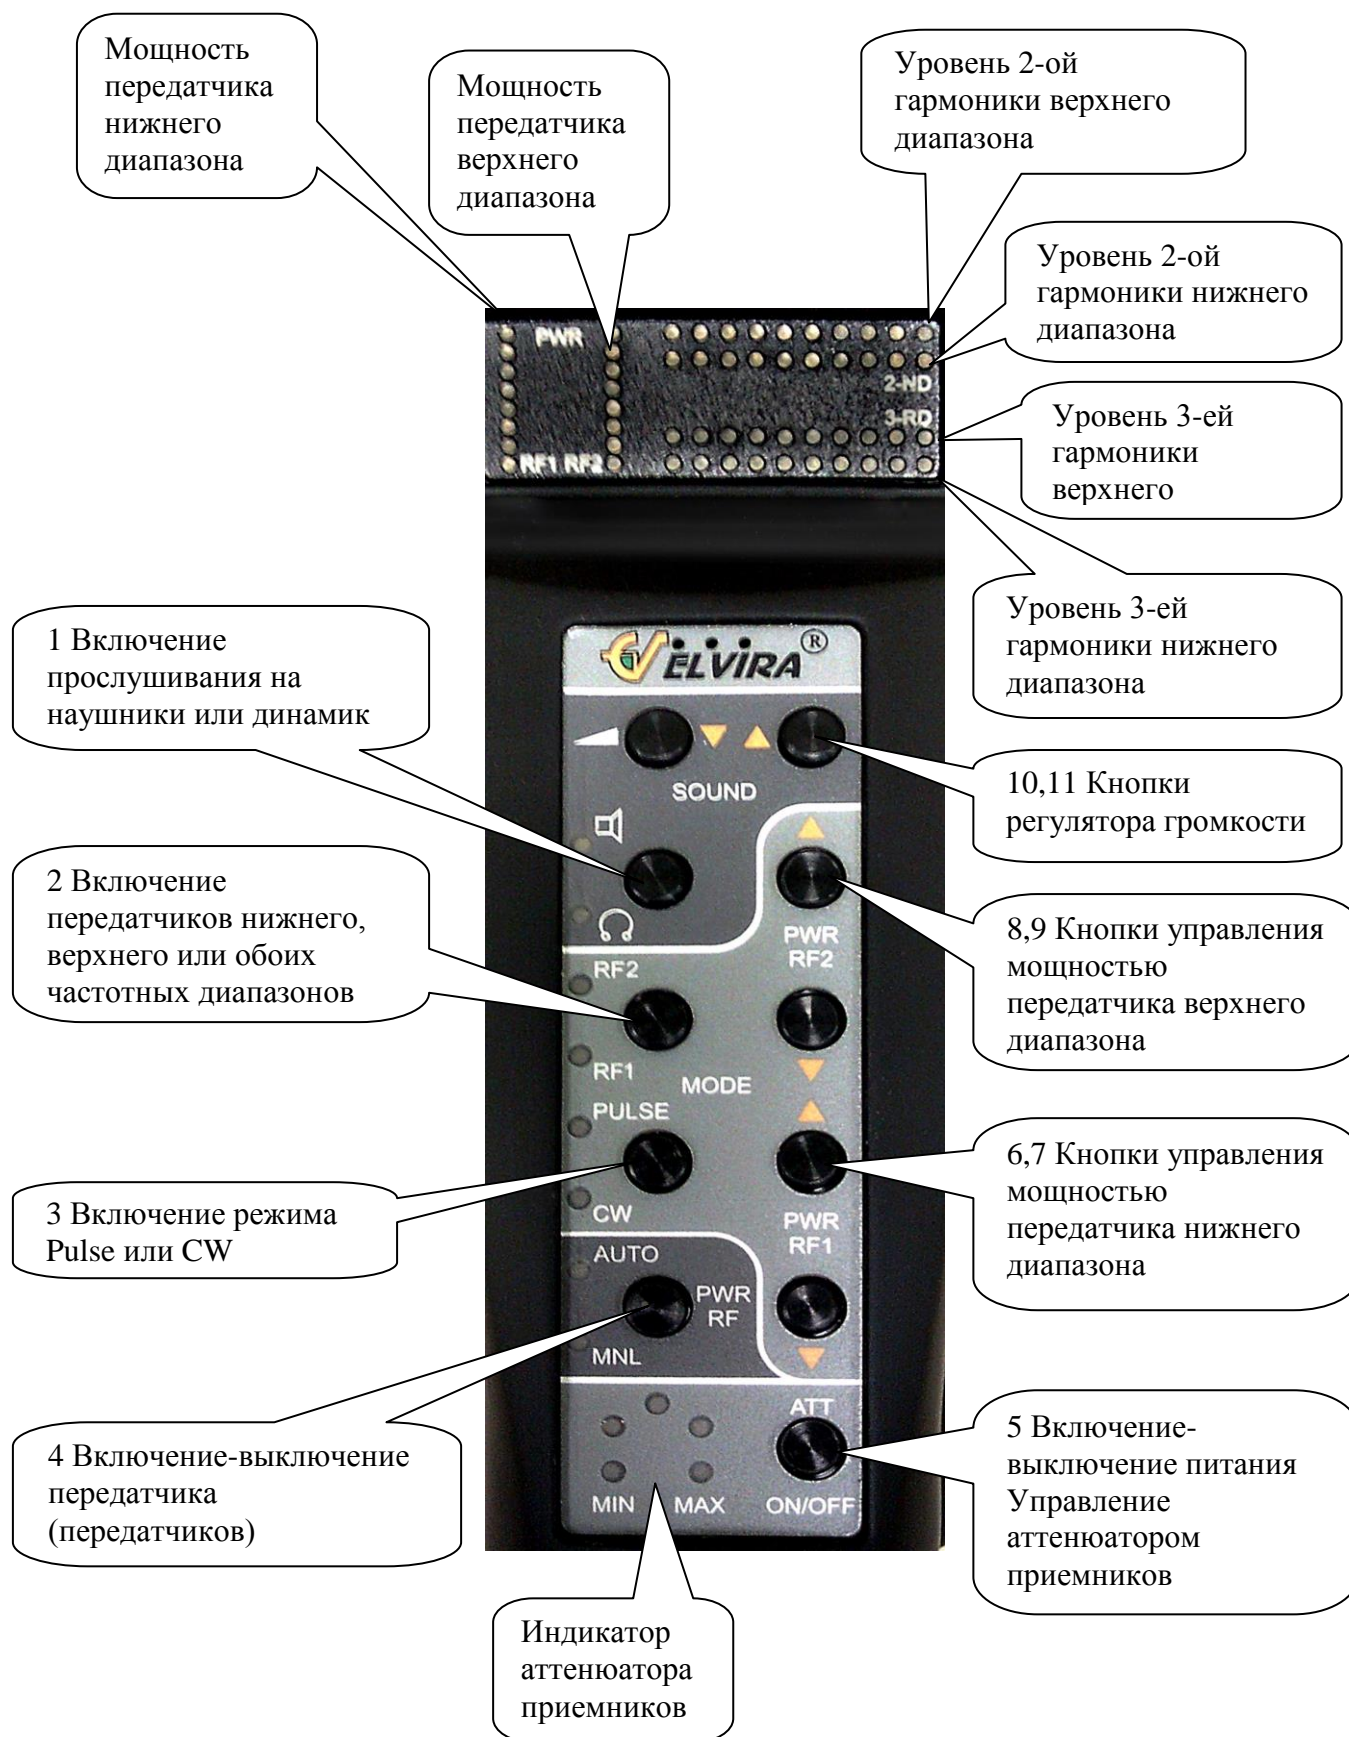

Рис. 3
4.2. Пульт управления предназначен для управления работой обнаружителя. Пульт расположен на ручке, в которую вставлен аккумулятор. В корпусе расположена плата управления, кнопки управления режимами работы и светодиоды индикации рабочих режимов. Пульт управления и назначение его кнопок показаны на рис. 3.
6.2. Включить обнаружитель кнопкой 5 (рис.3) на пульте управления. При этом на пульте управления засветятся четыре светодиода: RF1, RF2, PULSE и светодиод с динамиком. На каждой шкале индикатора уровня
6.4. Перед включением передатчиков зондирующих сигналов RF1 и RF2 пользователь может выбрать один из следующих режимов работы: оба передатчика будут включены или один из них. Для этого следует нажимать последовательно на кнопку 2 (рис. 3). При каждом нажатии загорается светодиод RF1, RF2 или оба. Оператор может регулировать мощность зондирующих сигналов RF1 и RF2, нажимая на соответствующие кнопки ▲ ▼ (больше, меньше) (кнопки 8, 9 и 6, 7 (рис.3)). При этом гаснет индикатор AUTO и зажигается MNL. В помещениях, где расположено большое количество электронных приборов, рекомендуется работать с пониженной мощностью зондирующего сигнала.
6.7. При необходимости прослушивания сигнала отклика на наушники, следует нажать на пульте управления кнопку 1 (рис.3) и включить приемное устройство ПРМ (п 4.4).